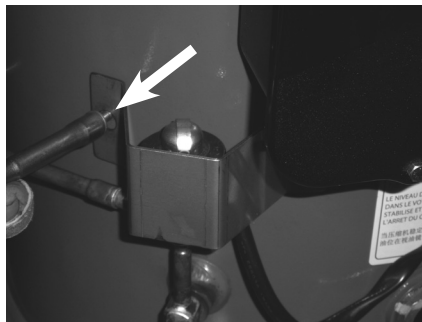

Fig. 2
- Unscrew and remove the protection part (see fig. 2).
- Dévisser et démonter le bouclier de protection (voir fig. 2).
- Svitare e rimuovere lo schermo di protezione (vedi fig. 2).
- Remove the cloths, replace the clip-on coil on the liquid injection valve (see fig. 3), and replace the protection part (see fig. 2).
- Retirer les chiffons et replacer la bobine en la clipsant sur la vanne d'injection liquide (voir fig. 3) et le bouclier de protection (voir fig. 2)
- Rimuovere lo straccio, sostituire la bobina clip-on sulla valvola (vedi fig. 3), e sostituire lo schermo di protezione (vedi fig. 2).